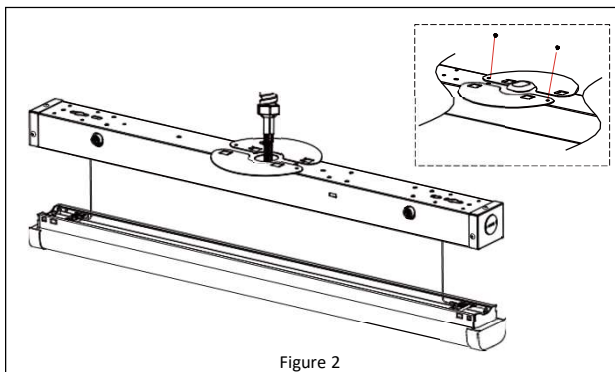

Figure 2
1. Installez l'adaptateur pour boîte de jonction à l'arrière du luminaire. **Voir la Figure 2.**
6. Ajustez la longueur de chaque câble. **Voir la Figure 2**.